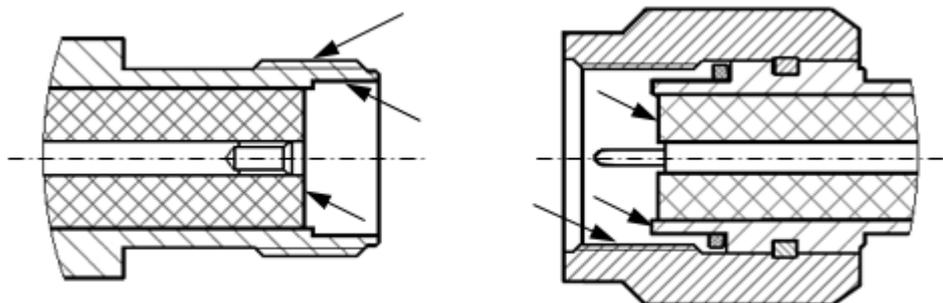

Рисунок 11 – Соединители тип SMA (розетка слева, вилка справа)
- протрите поверхности соединителей палочкой с ватным тампоном (см. рисунок 11 и 12);